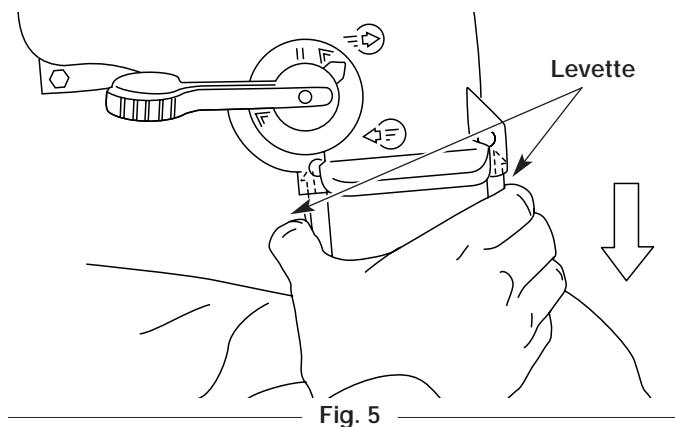

Fig. 5
1. Esercitare una pressione sulle levette poste ai lati dell'adattatore del sacco per l'aspirazione e togliere il sacco dell'aspiratore dell'apparecchio (Fig. 5).